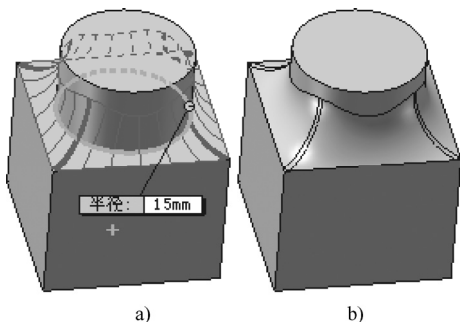

图 4-44 “保持边线”复选框的作用
- 保持边线: 模型边线保持不变,而圆角自动调整。选择此复选框后,在很多情况下,圆角的顶部边线会有沉陷,如图 4-44 所示。